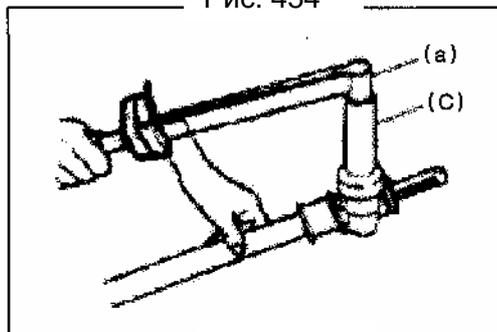

Рис. 455
4) Затяните плунжер подшипника требуемым моментом (Рис. 455).